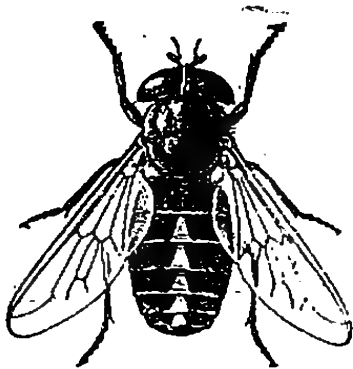

Fig. 494. — Taon.
5. Les ennemis des animaux et de l'homme : *taon*, *cousin*, *mouche*. — Le *taon* (fig. 494) est une grosse mouche qui pique les bœufs et les chevaux pour sucer leur sang.